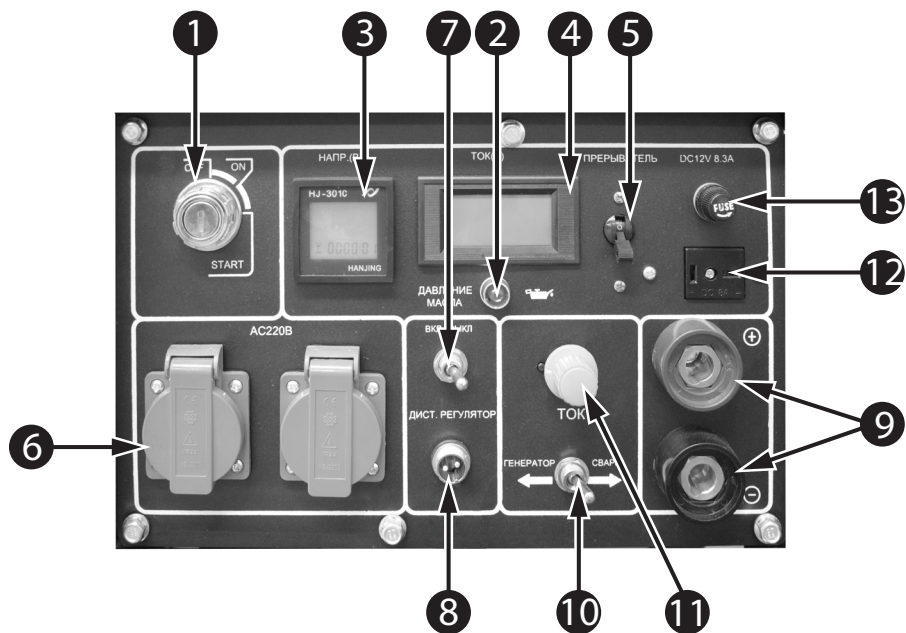

Рис. 2 Панель управления
1. Отключите все потребители электроэнергии от сварочного генератора и установите переключатель режимов в положение «GEN» (генератор), а выключатель сети (Рис. 2 п.5) в нижнее положение (OFF).